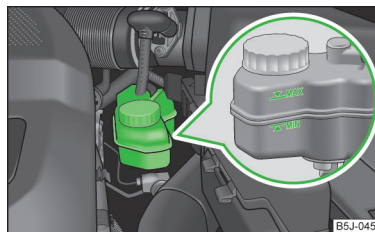

Fig. 129
- Comprobar el nivel de líquido de frenos en el depósito » **fig. 129**. El nivel debe encontrarse entre las marcas "MIN" y "MAX".